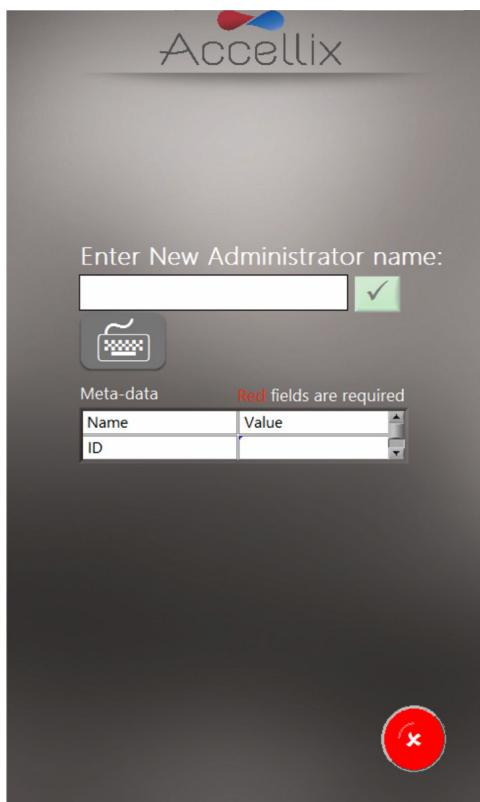

图 11: 添加用户屏幕
1. 轻触 **Add** (添加) 图标 。**Add User** (添加用户) 屏幕 (图 11) 随即显示: